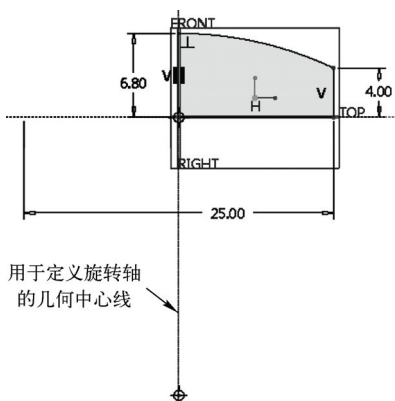

图 12-2 绘制旋转截面和旋转轴
4) 绘制图 12-2 所示的旋转截面和旋转轴，单击 (确定) 按钮。